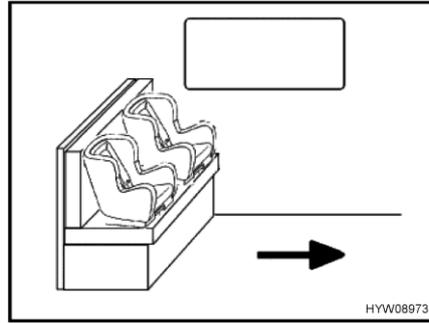
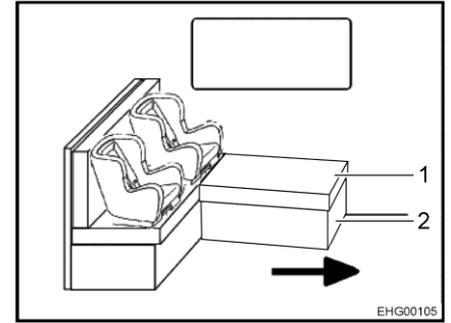

Fig. 17 Seggiolini per bambini sul sedile
Fig. 18 Seggiolini per bambini sul sedile a L
La freccia in Fig. 17 e Fig. 18 indica la direzione di marcia.
- Se necessario, rimuovere il cuscino (Fig. 18,1).
- Se necessario, chiudere la base cassapanca (Fig. 18,2).